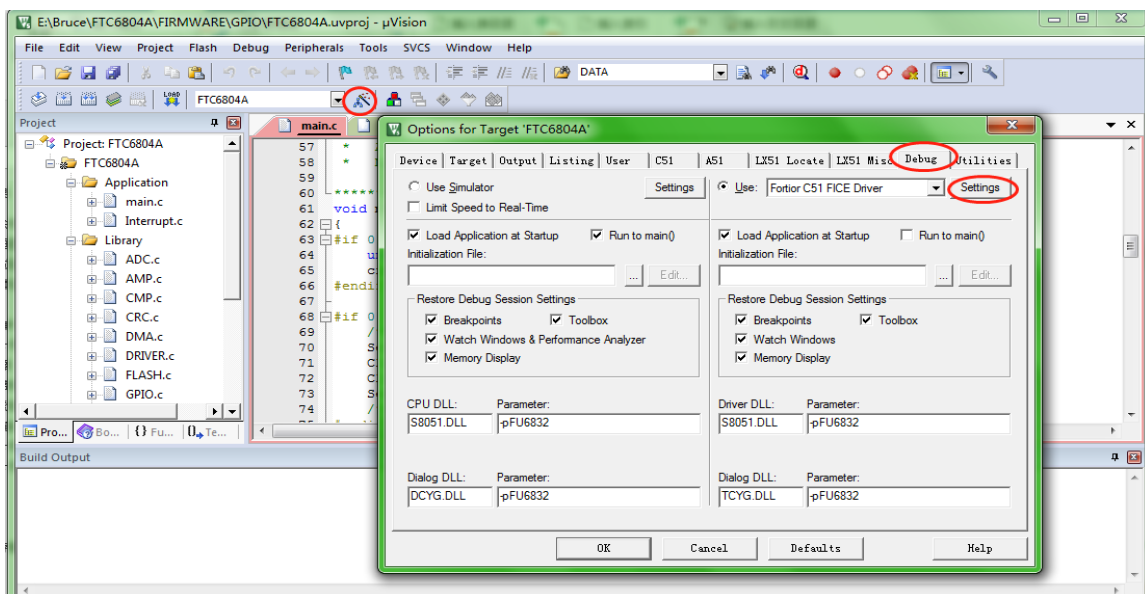

图 34-1 代码保护配置
1. 打开 8051 集成开发工具，编译前进入 Target Options 中并选择 Debug 选项卡，按照上图 34-1 所示进行选择，并点击 Settings 进入下一步设置;